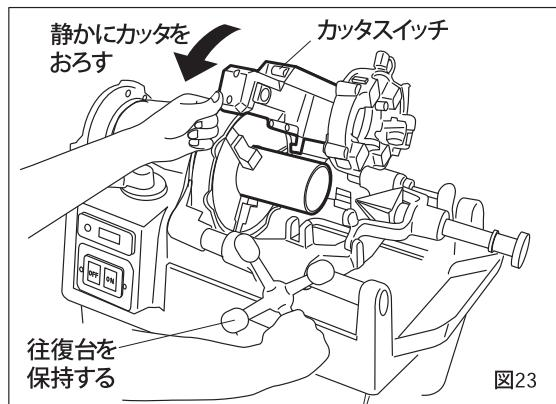

図23
- ③パイプが回転をはじめたらカッタのスイッチをONにして、カッタをしづかにパイプにのせてください。切れ目が入り安定するまで往復台は保持しておきます。 (図23)